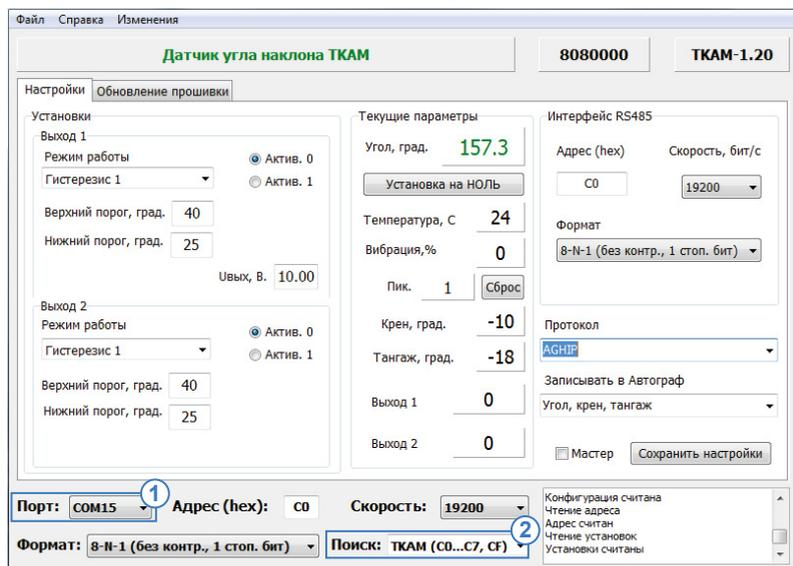

Рис.4. Поиск по адресам датчиков угла «ТКАМ».
- в программе «AGPConf» выбрать COM-порт к которому подключен датчик (Рис.4, п.1). Посмотреть порт устройства можно в Диспетчере устройств системы;
- выбрать диапазон адресов датчиков угла «ТКАМ» – **ТКАМ (C0...C7, CF)** (Рис.4, п.2);